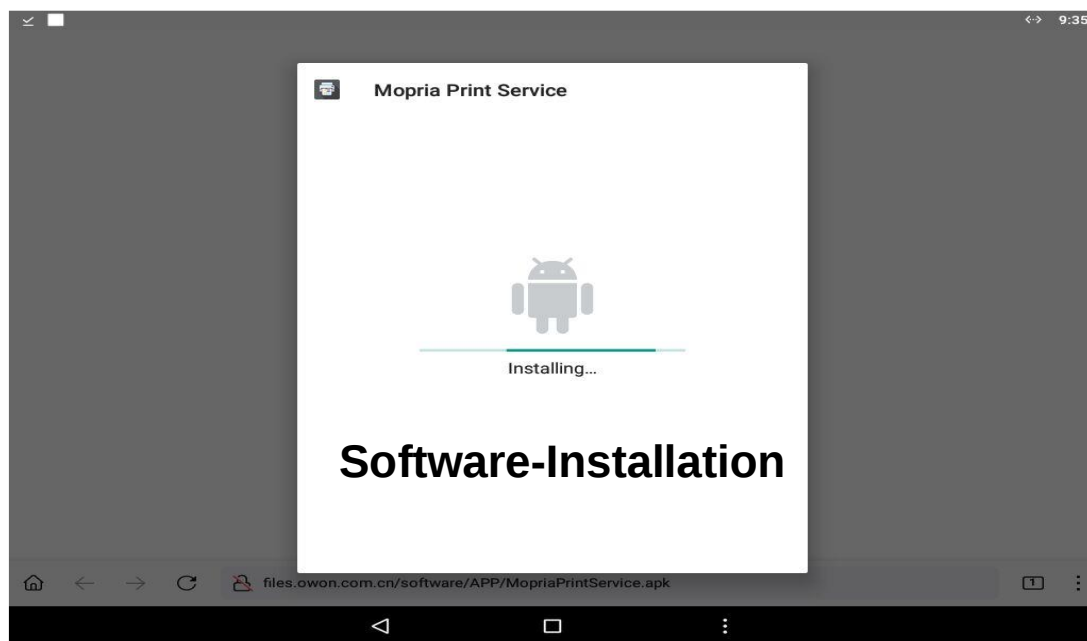

Abbildung 4
④ Installieren Sie die Software, wie in Abbildung 4 gezeigt.